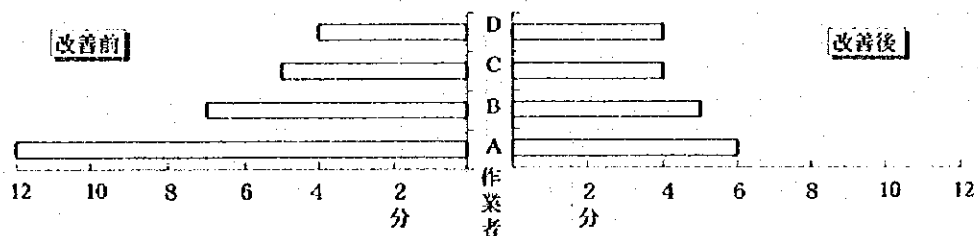
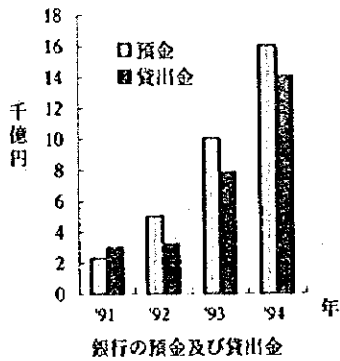

図1-10 作業時間の改善前・後の比較
図1-9
- (a) 2種類のデータを比較する棒グラフ 図1-9のように2種類の棒を並べて書くことにより、それぞれの比較ができるとともに全体の様子がよく分かります。また図1-10のように横棒グラフを左右に組み合わせることにより、改善効果がはっきりと分かります。